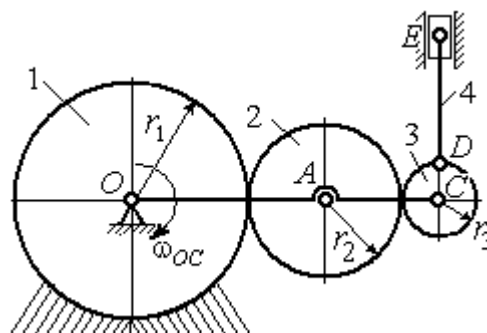

Рис. 2.9. Схема плоского механизма
**Задача 1.** Плоский механизм (рис. 2.9) состоит из стержня  $OC$  и подвижных дисков 2 и 3 радиусами  $r_2, r_3$ , шарнирно закрепленными на стержне, соответственно, в точках  $A$  и  $C$ . Стержень  $OC$  вращается вокруг неподвижного центра  $O$  с угловой скоростью  $\omega_{OC}$ . Диск 2, увлекаемый стержнем  $OC$ , катится без проскальзывания по неподвижной поверхности диска 1 радиусом  $r_1$ . Диск 3, также увлекаемый стержнем  $OC$ , катится без проскальзыва-
ния по подвижному диску 2. В точке  $D$ , расположенной на краю диска 3, шарнирно прикреплен стержень 4, к которому в точке  $E$  шарнирно прикреплен поршень  $E$ , способный совершать только вертикальное перемещение. Для заданного положения механизма (см. рис. 2.9), когда стержень  $OC$  горизонтален, стержень  $DE$  направлен по линии вертикального диаметра диска 3, найти скорости точек  $A$ ,  $C$ ,  $D$ ,  $E$ , угловые скорости дисков 2, 3 и стержня 4, если:  $r_1 = 6$  см,  $r_2 = 4$  см,  $r_3 = 2$  см,  $DE = 10$  см,  $\omega_{OC} = 1$  рад/с.